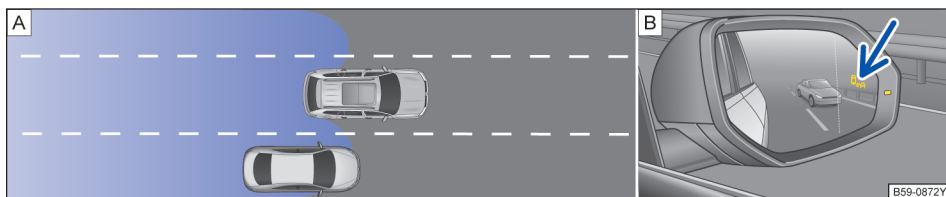

图 190 原理图：(A)：超车和并道的行驶状况。(B)：右侧车外后视镜上的盲区监控传感器显示
- 在以约 10 km/h (6 mph) 的速度差超越另一辆汽车时→图 190 A。在明显快得多的超车过程时不会出现显示。